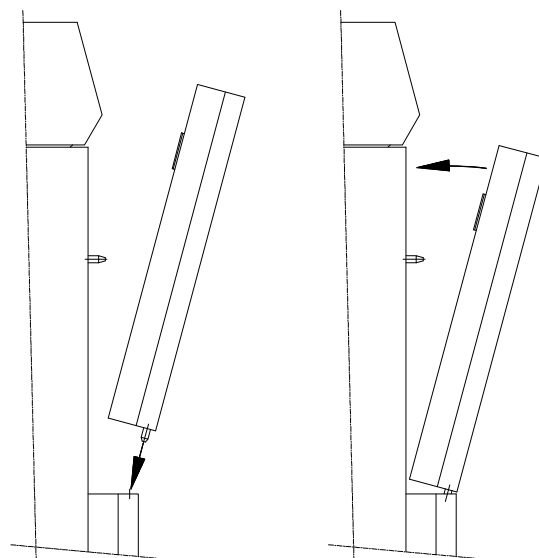

Рис. 14
Верхняя панель (68) (см. рис.14)	<ul style="list-style-type: none"> Вставить 2 оси в отверстия нижних передней панелей. Прижать переднюю панель к боковым панелям.